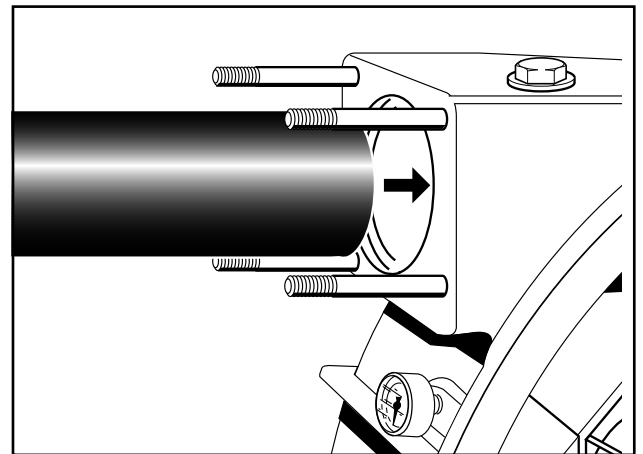

Abb. 18 Montage des neuen Förderschlauches
3. Ein Ende des Förderschlauches leicht mit Gleitflüssigkeit einfetten und in die saugseitige Öffnung der Pumpe einschieben (Abb. 18), bis der Schlauch anstößt. In den Vakuumkanal Gleitflüssigkeit tropfen lassen.